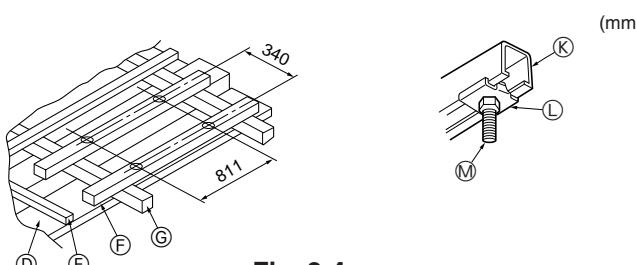

Fig. 2-4
- ① Ahşap yapılarda (Fig. 2-4)